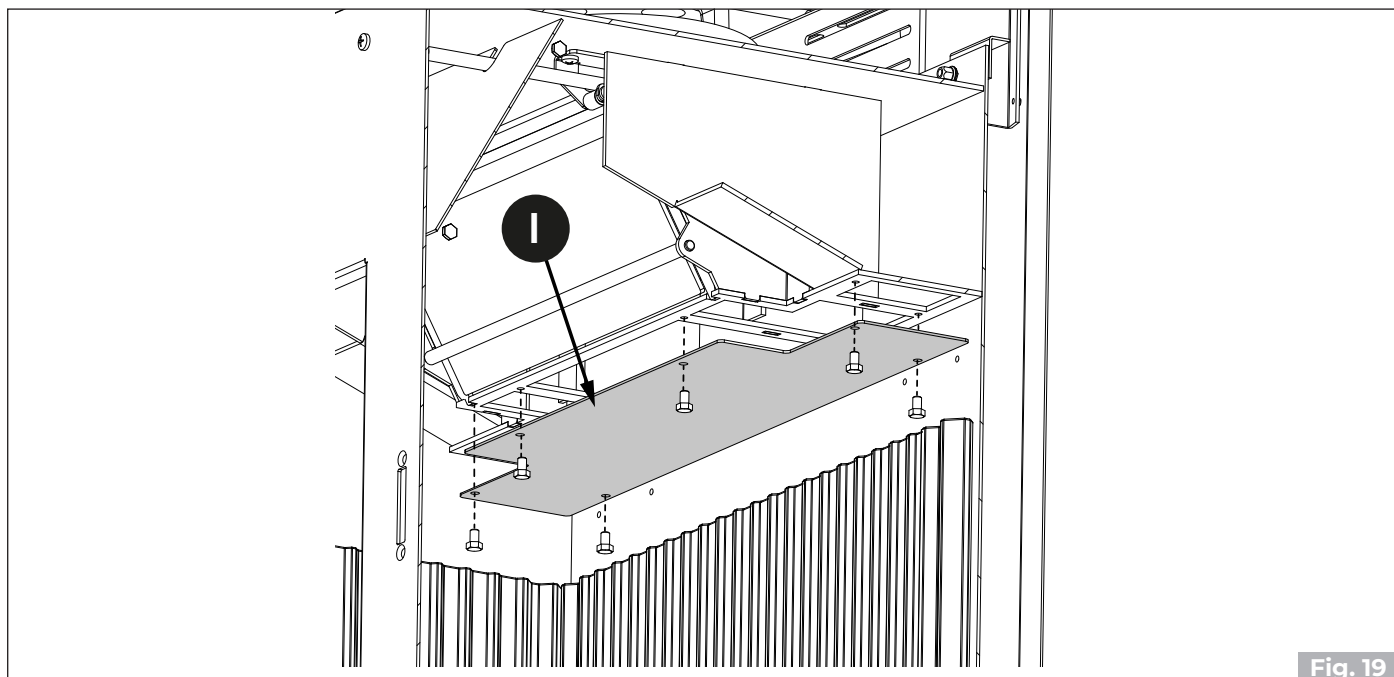

Fig. 19
Retire la tapa del colector de humos (I) (**Fig. 19**)